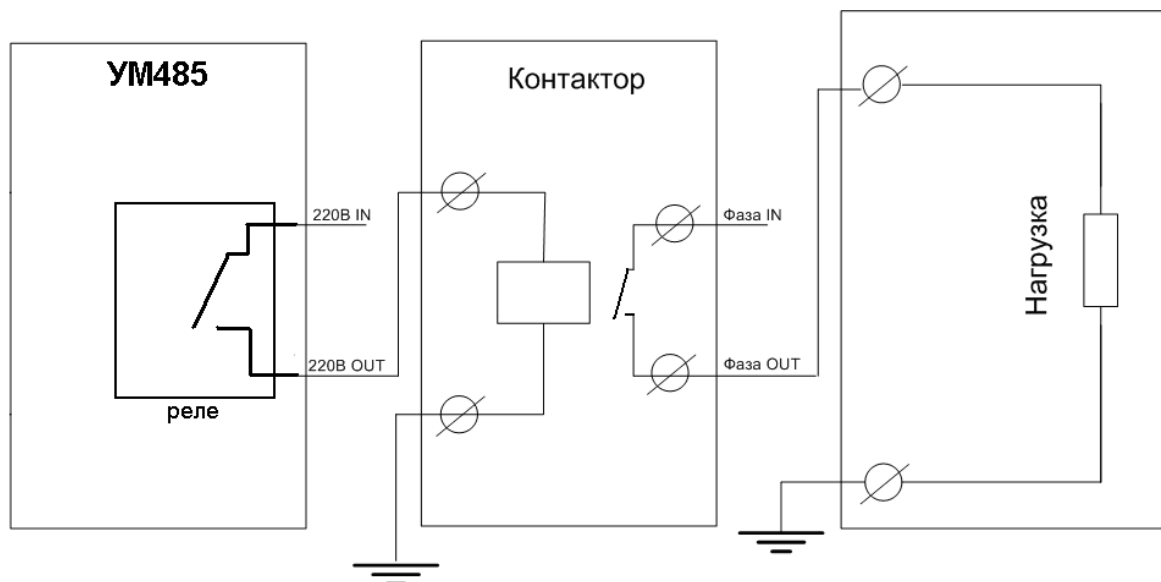

Рисунок 3 - Подключение контактора к УМ 485
1.5 При необходимости коммутации силовых нагрузок с большими рабочими или пусковыми токами в комплект поставки УМ 485 может быть включен контактор. Схема подключения контактора к УМ 485 приведена рис. 3.